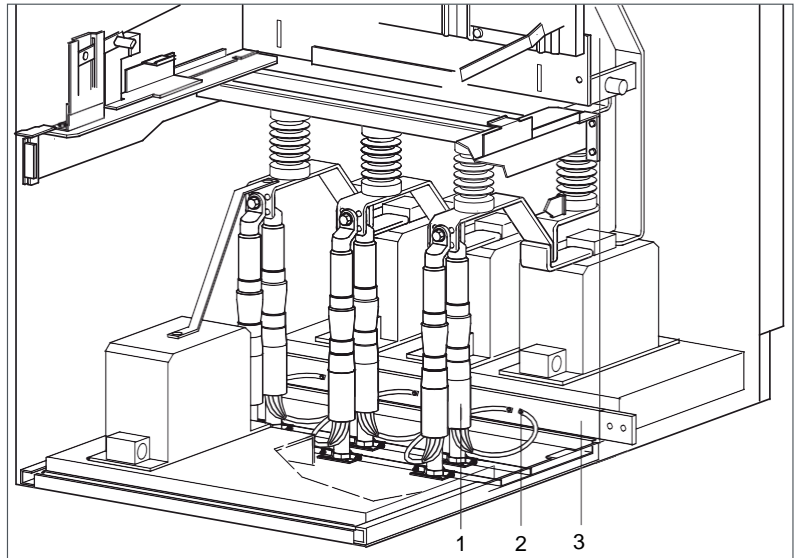
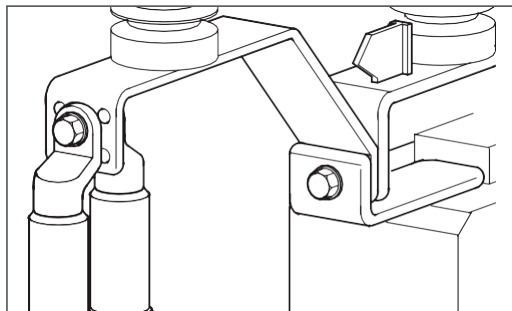

Fig. 6.6
Fig. 6.7
- Fixer les câbles individuels sur les surfaces de raccordement afférentes (Fig. 6.6 à 6.8). Avec deux câbles par phase : brancher les deux câbles sur le premier raccordement (Fig. 6.7).